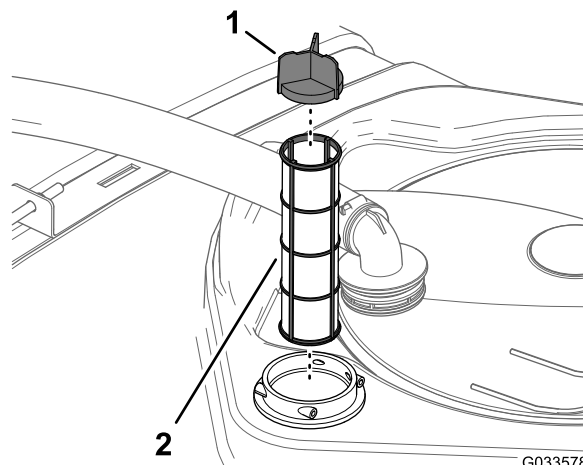

Figura 89
4. Retire o filtro de sucção antigo da estrutura do filtro no depósito (Figura 89).